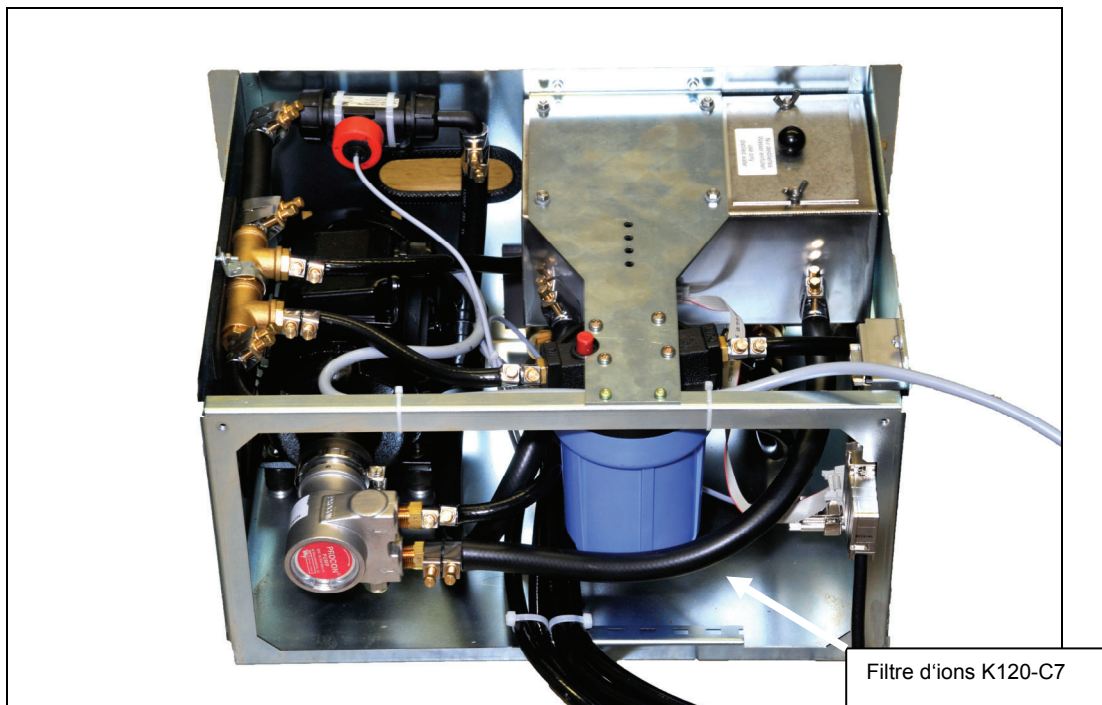
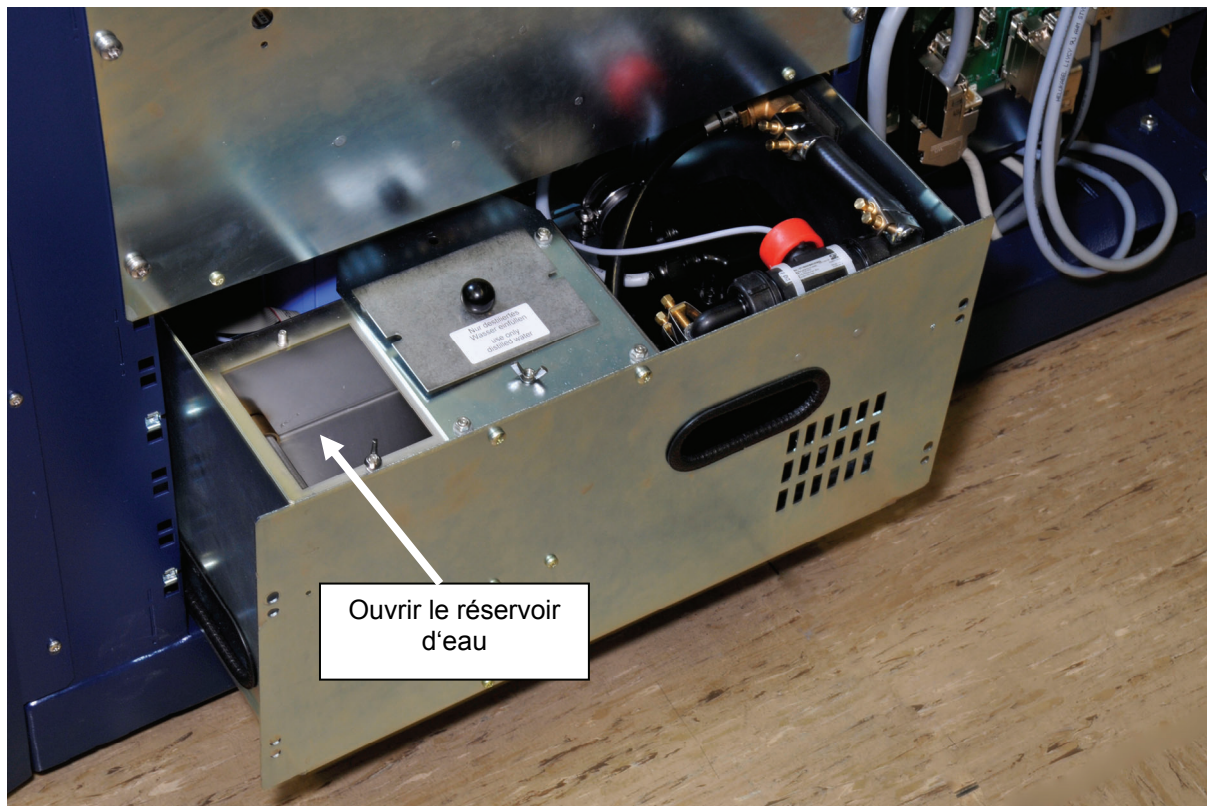

Fig. 15: Vue arrière du groupe de refroidissement interne optionnel (A14-A6)
Fig. 16: Remplir le réservoir d'eau du groupe de refroidissement interne. Le réservoir est déjà ouvert.
- Tirer le groupe de refroidissement un peu à l'extérieur du boîtier (Fig. 16).
- Ouvrir le couvercle du réservoir d'eau (Fig. 15, Fig. 16).